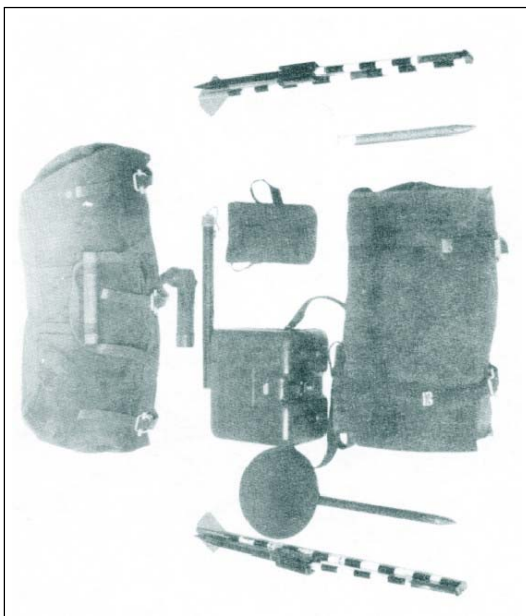

Fig 1-18. Bolsa de Acessórios e seu conteúdo
(12) Livro Registro da Peça.
d. Bolsa de Acessórios - Com exceção da régua de tiro, do compasso, do transferidor e do Livro Registro da Peça, todos os itens contidos na caixa são guardados na bolsa de acessórios. Existe também espaço destinado para acondicionar componentes diversos como cartas, material de limpeza, etc, de forma que eles possam ser prontamente usados pela guarnição do morteiro (Fig 1-18).